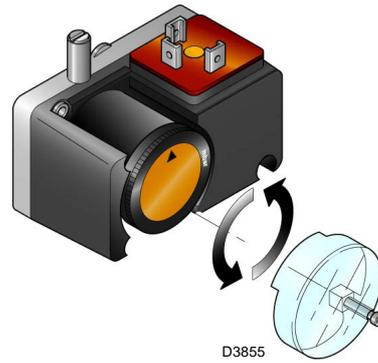

Fig. 33
- Regular el presostato gas de mínima (Fig. 33 a pág. 36) en el inicio de la escala.
Regular el presostato gas de mínima (Fig. 33) después de haber efectuado todas las demás regulaciones del quemador con el presostato regulado en el inicio de la escala.